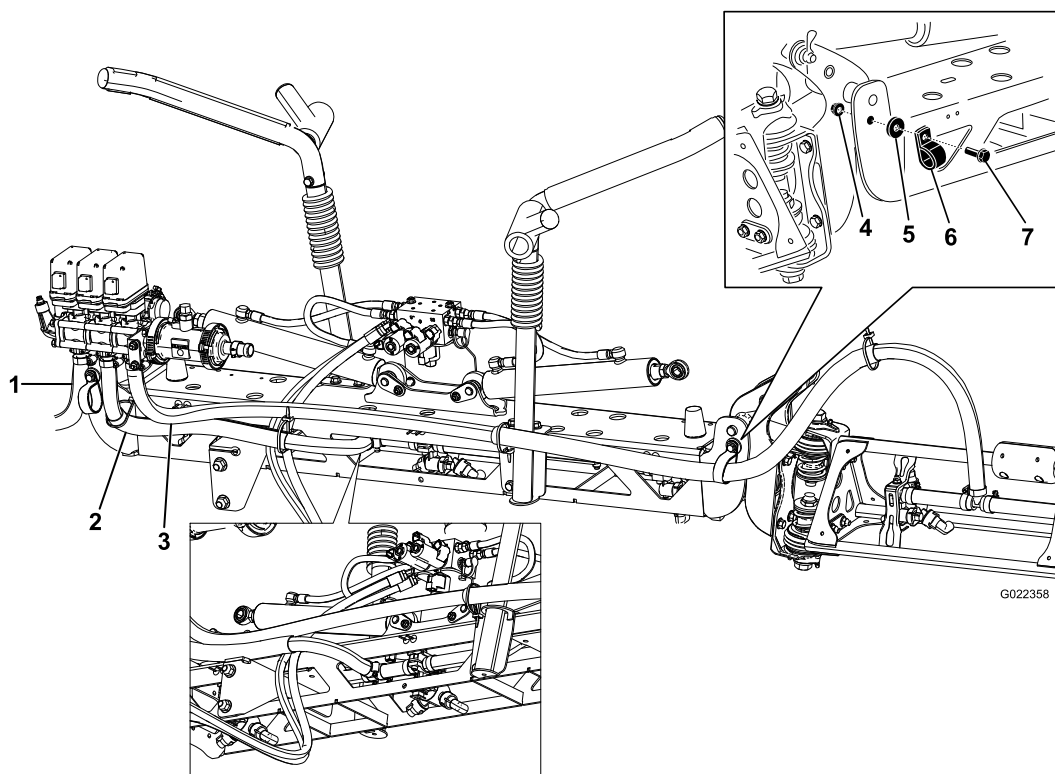

Figura 23
1. Enrute las mangueras de los brazos según se muestra en Figura 23.
Nota: Sujete las mangueras y las abrazaderas en R con un perno de cuello largo, una arandela y una tuerca, según se muestra en Figura 23.